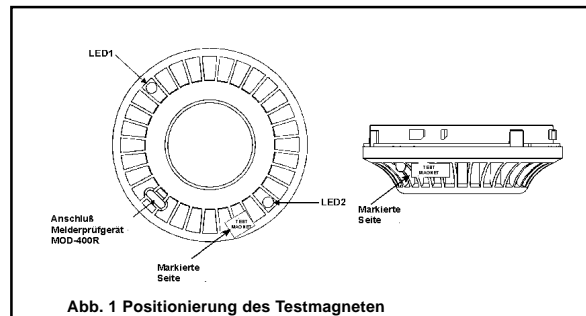

Abb. 1 Positionierung des Testmagneten
1. Testen Sie den blinkenden Melder indem der Magnet ca. 2cm von LED 1 im Uhrzeigersinn entfernt, direkt an den Melder gehalten wird (s. Abb.1).